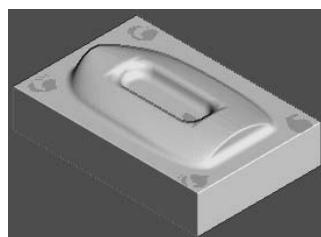

图 3-69 仿真加工结果 1
- 2) 在“仿真”工具栏的“当前刀具路径”下拉列表中选择要模拟的刀具路径 rough，然后单击“执行”按钮，系统开始自动仿真加工，仿真加工结果如图 3-69 所示。